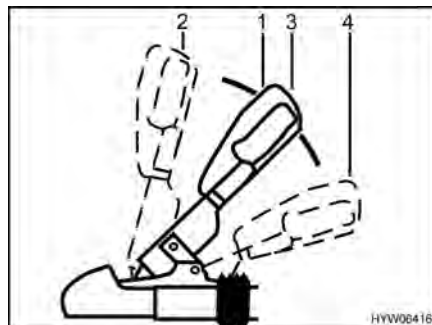

Fig. 4 Gancio di sicurezza WS 3000 D
- Tirare la maniglia del gancio (Fig. 4,1) verso l'alto in posizione "aperto" (Fig. 4,2). Il gancio di sicurezza è aperto.
- Applicare il gancio di sicurezza aperto sulla sfera del traino della motrice e rilasciare la maniglia del gancio. La maniglia ritorna automaticamente nella posizione iniziale (Fig. 4,3).
- Attivare il dispositivo di stabilizzazione. A tal fine, premere la maniglia del gancio dalla posizione chiusa (Fig. 4,3) verso il basso (Fig. 4,4) fino all'arresto.
Per spegnere il dispositivo di stabilizzazione, p. es. in caso di manovra, tirare lentamente verso l'alto la maniglia del gancio (Fig. 4,1) fino alla posizione chiusa (Fig. 4,3).